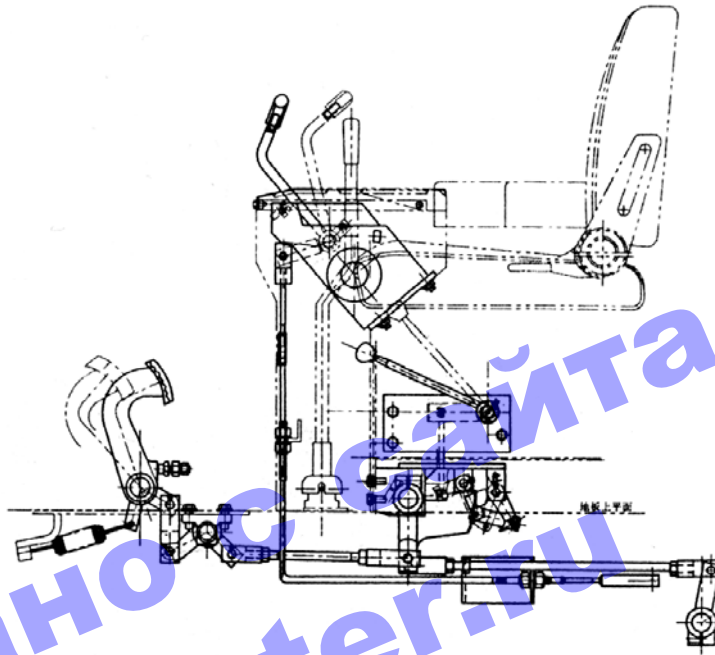

Рис. 5-38.
2. Рулевое управление (Рис. 5-38).